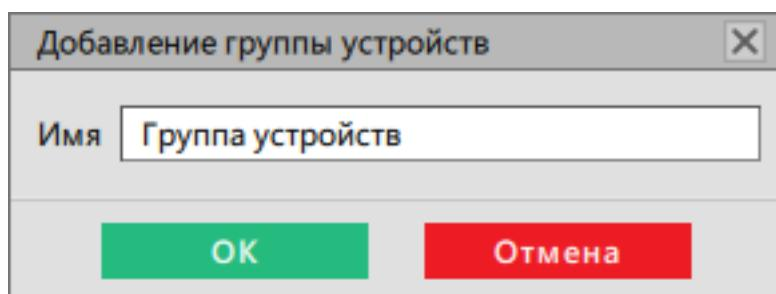

Рисунок 171 - Добавление группы устройств
2. Впишите имя группы и нажмите OK (Рисунок 171).